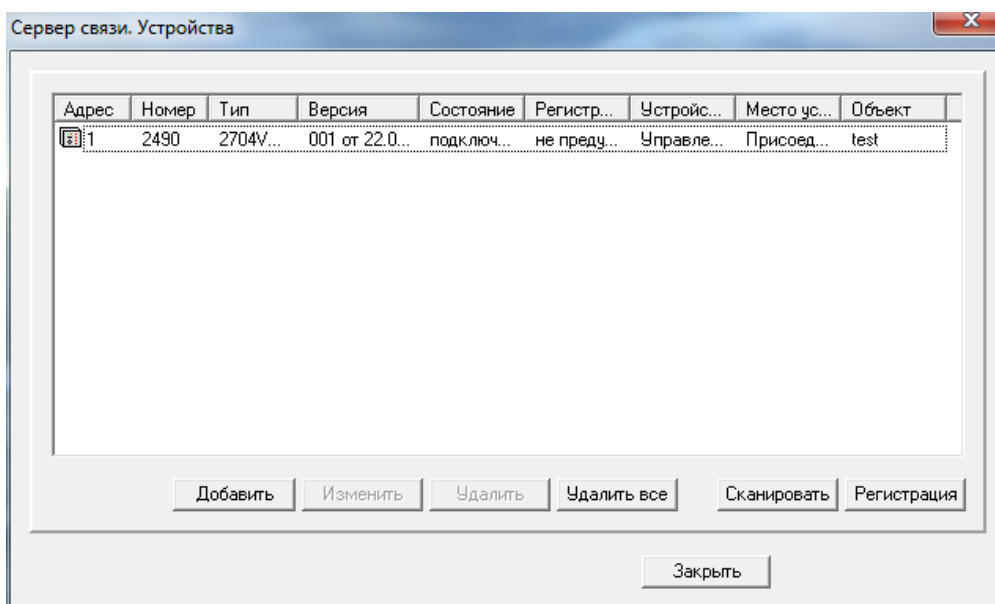

Рисунок 2.114
- выполнить запуск и настройку программы «сервера связи» из состава EKRA Foundation для работы с имеющимися терминалами БЭ2704 и БЭ2502 (рисунок 2.114);